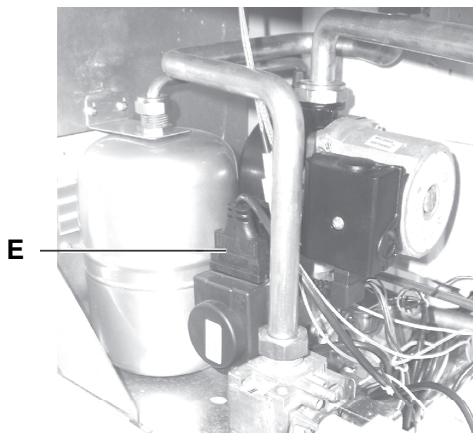

fig. 5
- 2) Scollegare il connettore elettrico **E** (fig.5).